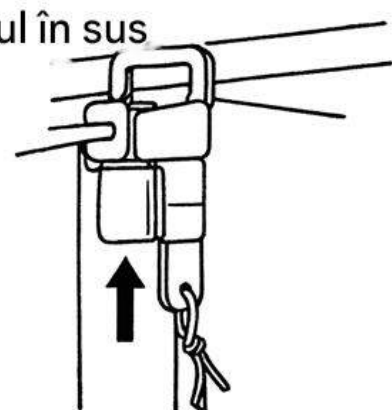

Figura 7
a. Glisați plăcile convergente pe brațele transversale în orificiile convergente de pe suportul principal (Figura 7).